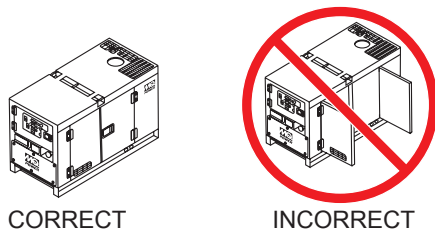

**Figure 41. Portes de l'enceinte du moteur**
5. Fermer toutes les portes de l'enceinte du moteur (Figure 41).